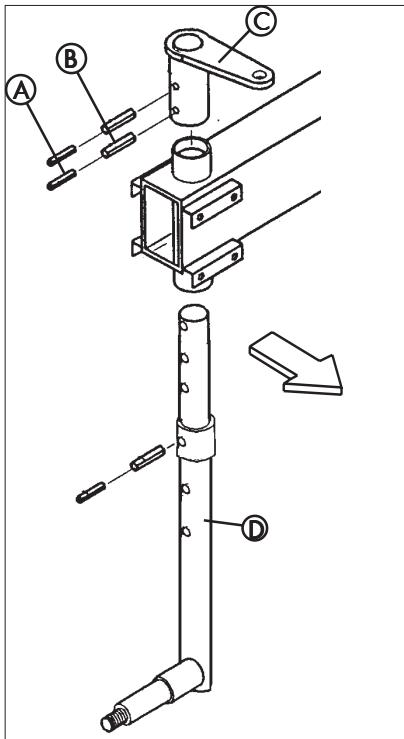

Bild 2-1
Dazu Spannstifte (A + B) aus dem Steuerhebel (C) demonstrieren. Achse (D) nach außen drehen (Bild 2-1).